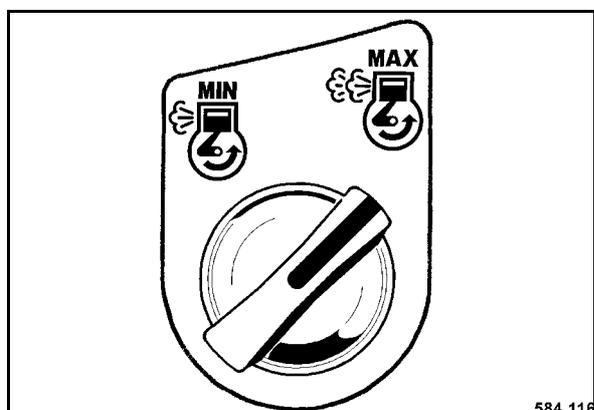

Рис. 96
- Установить поворотный выключатель (Рис. 96) на „МАКС.“.